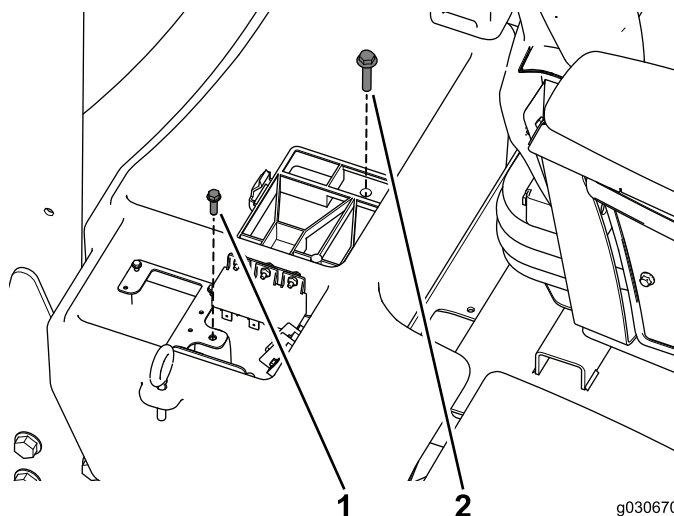

Bild 3
4. Entfernen und bewahren Sie die Schraube auf, mit denen die Kabelbaumplatte und das Batteriefach befestigt ist (Bild 3).